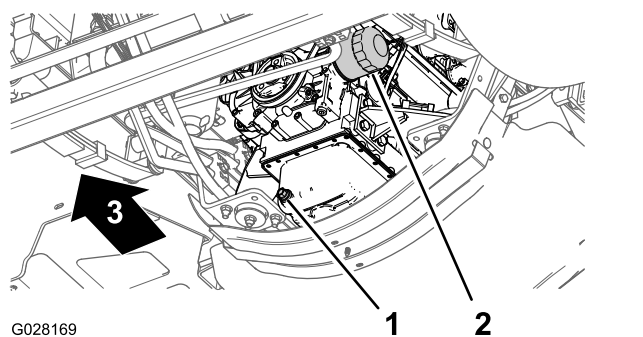

Figure 79
3. Placez un bac de vidange sous le filtre à huile moteur (Figure 79).
4. Retirez le filtre à huile usagé (Figure 79).
- Posez le filtre à huile sur l'adaptateur et vissez le filtre dans le sens horaire jusqu'à ce que le joint en caoutchouc touche l'adaptateur, puis serrez encore le filtre d'un demi tour (Figure 79).
- Placez un bac de vidange sous le bouchon de vidange (Figure 79).
- Enlevez le bouchon de vidange (Figure 79) pour permettre à toute l'huile de s'écouler.